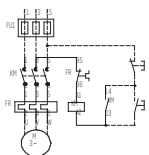
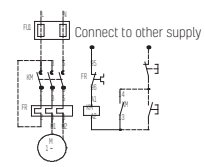

Figura 5: A tensão de alimentação de controle é a mesma que a tensão do circuito principal (trifásico)
Figura 8: A tensão de alimentação de controle não é a mesma que a tensão do circuito principal (monofásico)
7.1.5 Ligue a alimentação do circuito de controle, aperte o botão de partida e parada por sua vez (ou iniciar parar no microinterruptor), verifique se a conexão interna da chave de partida está correta ou não. Quando esta chave é entregue, a conexão do circuito de controle está ligada no estado em que a tensão de alimentação do controle é igual à tensão do circuito principal. Assim que o circuito principal ligar, ele pode ser executado e nenhuma outra conexão é necessária. Se for controlar um motor monofásico, não deve ser usado até que duas fases do circuito principal no iniciador tenham sido alteradas em série. Quando a tensão do circuito de controle não é a mesma do circuito principal, os dois condutores no circuito principal devem ser removidos e conectados a outro fornecimento de controle relevante. (Para conexão da chave de partida, veja o diagrama elementar, Figura 5 ~ Figura 8 ou veja diagrama de fiação na parede interna da tampa da chave de partida)